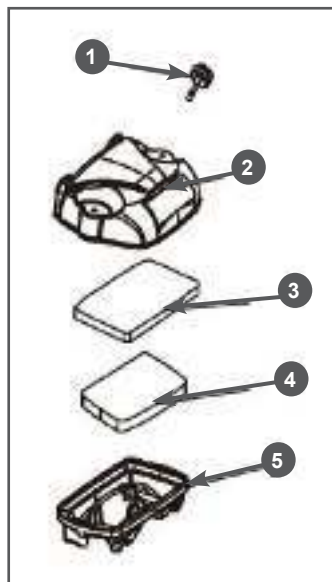

Рис. 5 Конструкция воздушного фильтра
1. Открутите винты 1 и снимите крышку 2 воздушного фильтра (Рис. 5).
2. Извлеките из корпуса фильтрующие элементы 3,4 (Рис. 5).
5. Очистите от загрязнений крышку 2 и опору 5 воздушного фильтра (Рис. 5).
Бумажный фильтрующий элемент 4 (Рис. 5) не подлежит очистке, необходима его замена. Не продувайте бумажный фильтрующий элемент сжатым воздухом, не промывайте его в бензине и других растворителях. Эксплуатация двигателя с грязными или поврежденными фильтрующими элементами, или без фильтрующих элементов приведет к попаданию грязи и пыли в карбюратор и двигатель, что в свою очередь, станет причиной его быстрого износа и выхода из строя. Двигатель в этом случае не подлежит ремонту по гарантии.